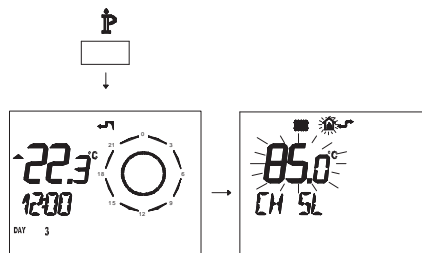

Figura 5.55
- Premere per più di 3 secondi il pulsante para per entrare in modalità **INFO** (Figura 5.55).